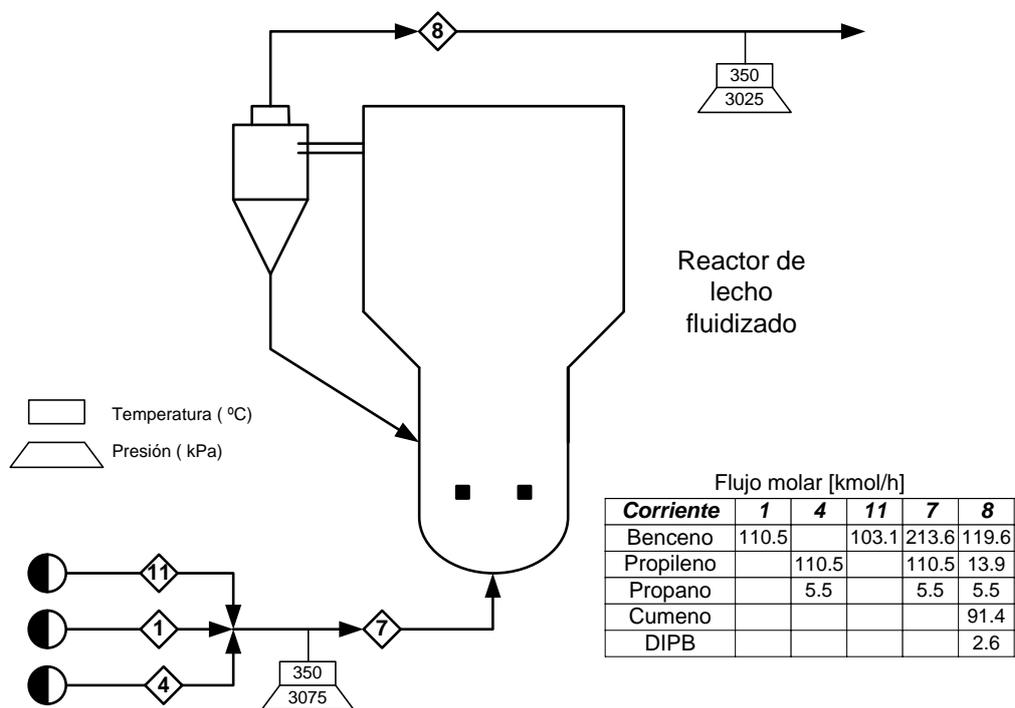

Figura 11. Diagrama de flujo de producción de cumeno.
8. En el reactor de producción de cumeno (Figura 11), cuyo volumen útil es de 7.49 m³, con el propósito de mejorar la performance se estudia reemplazar el catalizador por uno nuevo. En este proceso se puede considerar que las reacciones involucradas son las siguientes: